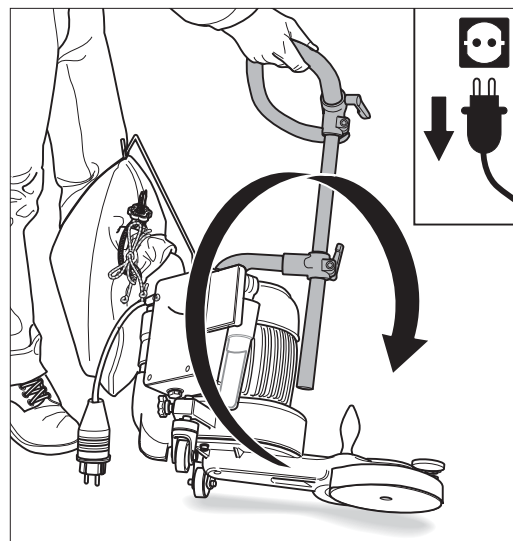

Abb. 43: Die UNICO auf die **linke** Seite kippen und vorsichtig absetzen.
- 3 Legen Sie die UNICO auf die Seite, indem Sie die Maschine rechts am Haltebügel anfassen, auf die **linke** Seite kippen (Abb. 43) und vorsichtig absetzen.